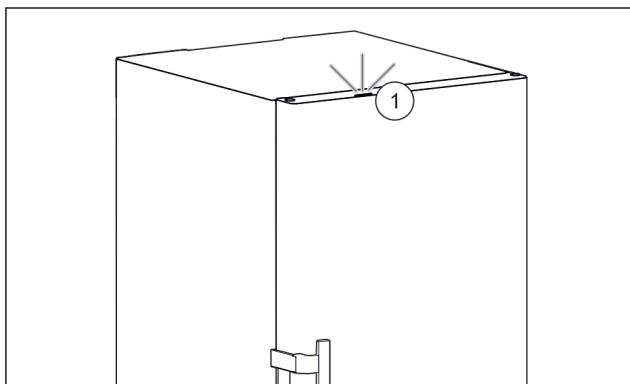

Fig. 41 Активна светлина за състояние при затворена врата
- ▷ Светлината за състояние Fig. 41 (1) е активирана.